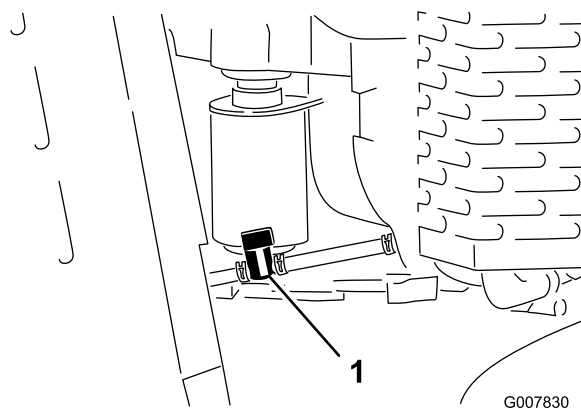

Figura 40
4. Gire la válvula de cierre del combustible a la posición de cerrado (Figura 40).
5. Apriete los extremos de la abrazadera en el lado del motor de la válvula de cierre, y deslícela por el tubo de combustible, alejándola de la válvula (Figura 40).
6. Retire el tubo de combustible de la válvula (Figura 40).
3. Gire la válvula de cierre del combustible a la posición de cerrado (Figura 40).
7. Gire la válvula de cierre del combustible a la posición de abierto (Figura 40).